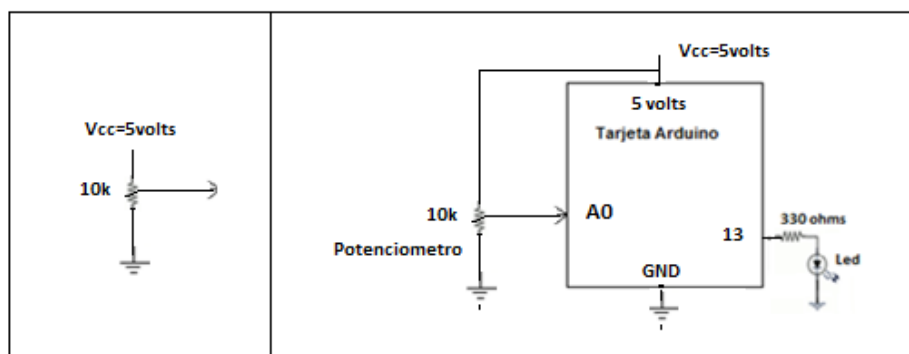

Figura 2. Circuito de análisis para el uso del monitor de Arduino
1.1 Enunciado. Realice el programa correspondiente para observar en el monitor de Arduino el comportamiento de la entrada analógica A0, proveniente de un potenciómetro, figura 2.